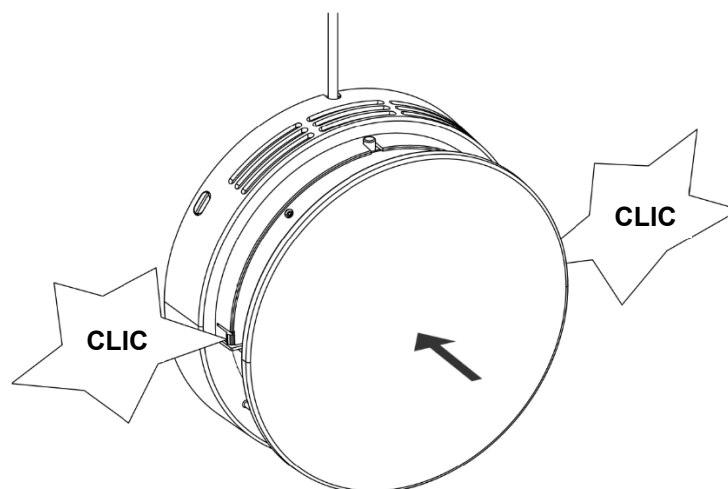

*Figure 43 - Centrale insérée dans le chapeau de façade*
2. Enfoncez la centrale sur le chapeau de façade jusqu'à ce qu'elle s'enclenche (voir Figure 43 ci-dessous).